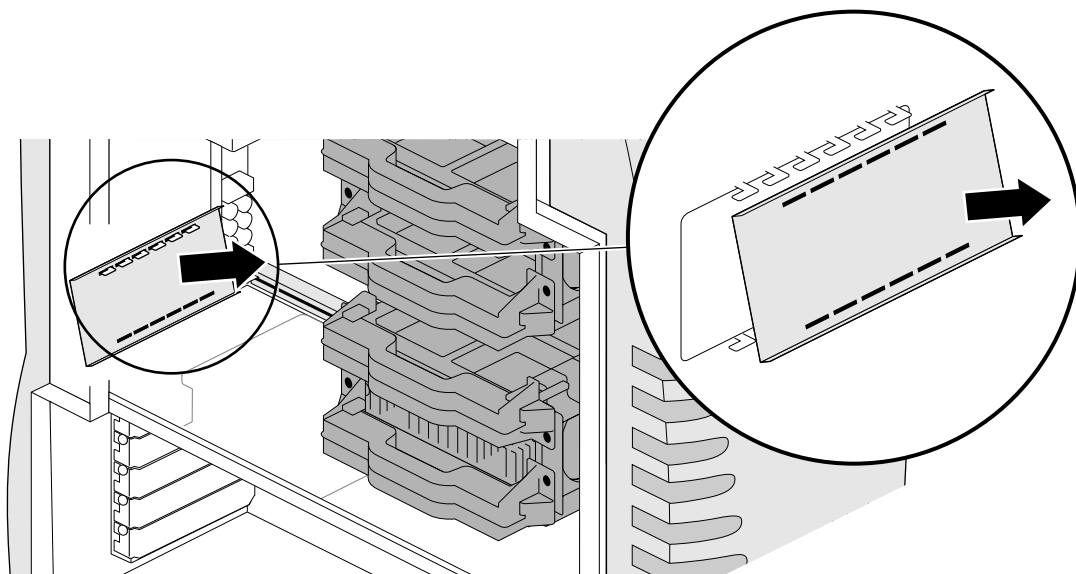

Figure 5-16 Retrait du panneau de protection E/S de l'emplacement Silicon Graphics SD1100
7. Placez-vous sur le côté de la station de travail, tirez sur le panneau de protection E/S, puis décrochez-le afin de libérer l'orifice E/S (voir Figure 5-16).